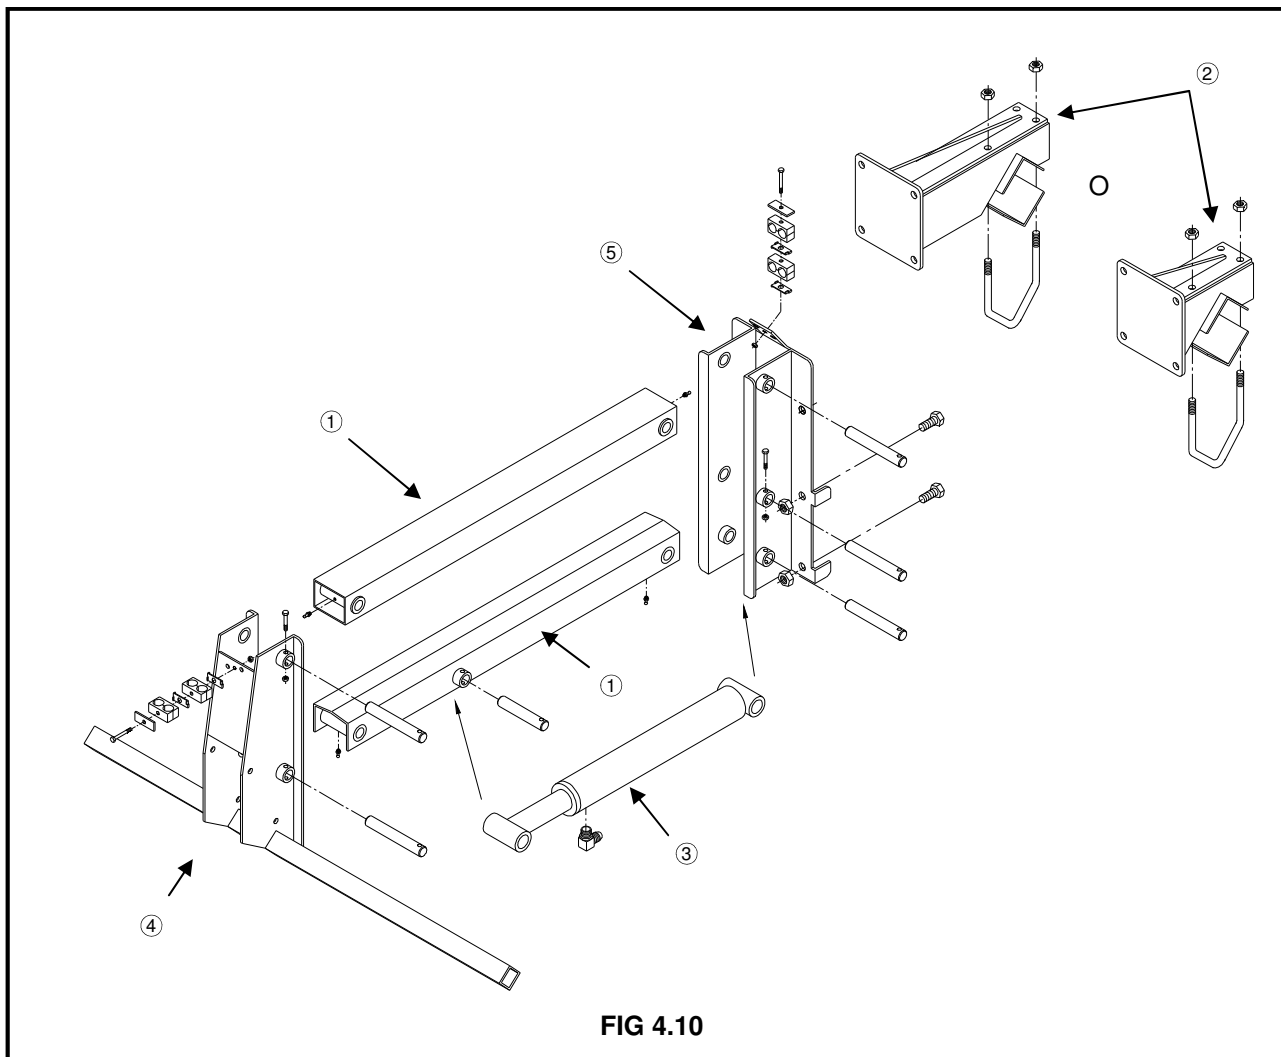

FIG 4.10
1. Agregar los adaptadores de la columna de elevación (fig. 4.10, ítem 2) a la barra de herramientas y los balancines en el espacio adecuado. Referirse a Partes en el Manual Hagie 204SP por información en referencia al espacio.
2. Agregar la barra de herramientas del soporte de montaje a los adaptadores de la columna de elevación (fig. 4.10, ítem 5)
3. Agregar los brazos de elevación (fig. 4.10, ítem 1) a la barra de herramientas del soporte de montaje.
4. Agregar los cilindros del brazo de elevación (fig. 4.10, ítem 3) a los brazos de elevación
5. Agregar la barra de herramientas de soldado (fig. 4.10, ítem 4) a los brazos de elevación